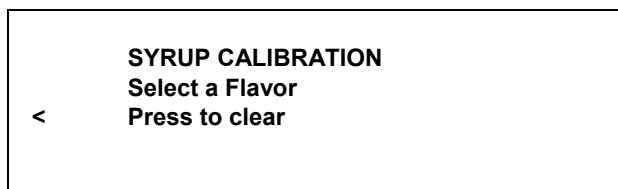

Рисунок 45
3. Нажмите на символ ⚖ (КАЛИБРОВКА), чтобы зайти в режим калибровки сиропа. (См. рис. 45)